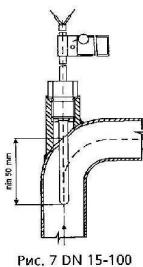

Рис. 7 DN 15-100
- 4.9.6 Для правильного измерения температуры в трубопроводе необходимо, чтобы активная часть термодатчика сопротивления находилась в середине сечения трубопровода. (см. рис. 7–9)